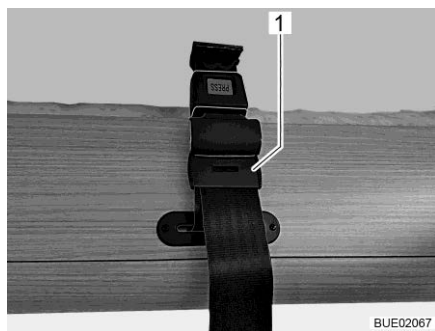
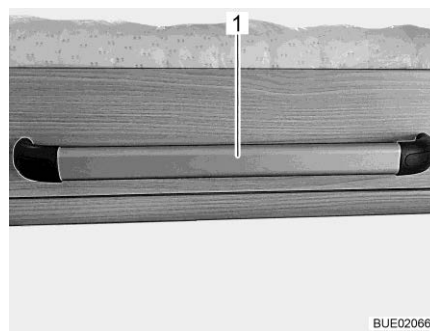

Fig. 136 Cintura di ritegno sul letto basculante
Fig. 137 Maniglia sul letto basculante (Lyseo Time I)
- Letto basculante con cinture di ritegno: Sganciare le cinture di ritegno (Fig. 136,1) e tirare verso il basso il letto basculante mediante la maniglia (Fig. 137,1).
- Letto basculante con cinture di ritegno: Spingere in alto il letto basculante mediante la maniglia (Fig. 137,1). Bloccare il letto basculante con le due cinture di ritegno (Fig. 136,1) a destra e a sinistra.